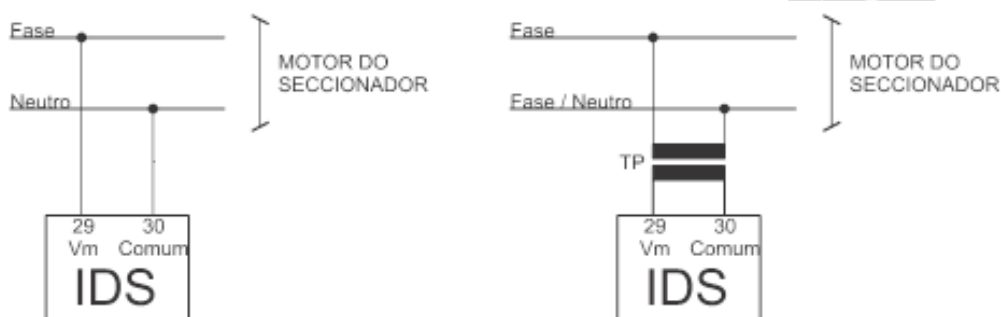

Figura 8 – Ligação da tensão do motor (Vm) no caso de motores AC
A tensão de alimentação do motor AC pode ser monitorada ligando-a diretamente aos pinos 29(sinal) e 30(comum), mas se o motor funcionar com uma tensão maior do que a faixa de medição, deve ser medida com auxílio de um TP. A Figura 8 a seguir mostra como fazer a ligação em ambos os casos:
- Na ligação direta, o ponto **comum (30)** deve estar ligado a um **neutro no potencial de referência**, não a outra fase nem a um neutro em potencial diferente da referência;
- Na ligação feita com o auxílio de um **TP**, o terminal ligado ao **comum (30)** deverá estar aterrado para evitar flutuações de neutro, conforme a Figura 8.